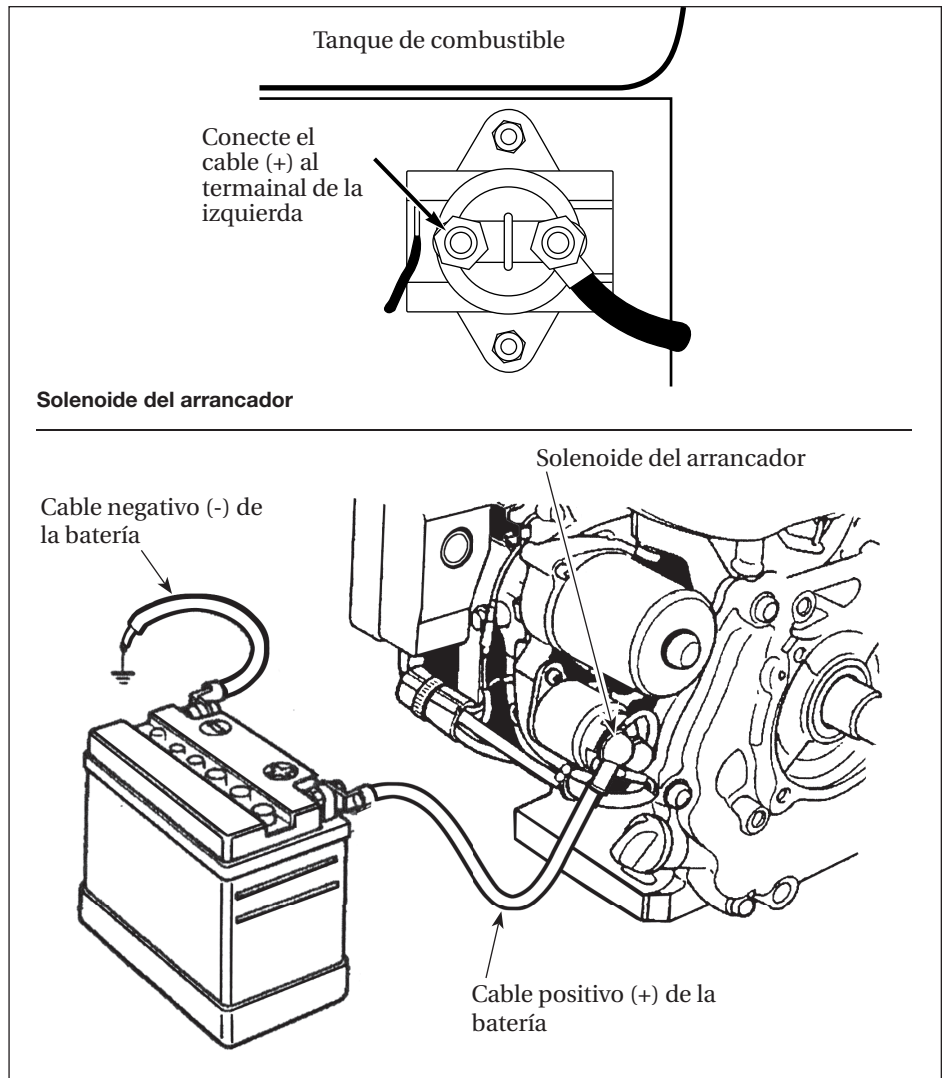

Figura 6
2. Retirar la tuerca de la terminal izquierda del solenoide del arrancador. Conecte el cable positivo (+) a esta terminal y reinstale la tuerca (ver Figura 6).